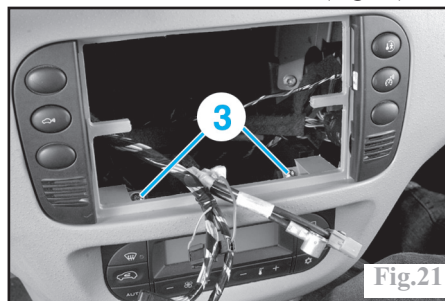

Fig.21
-les 2 vis de fixation (3) du tableau de commande de climatisation (Fig.21).